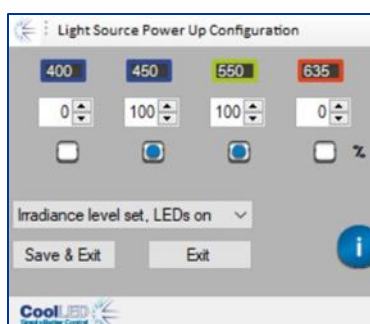
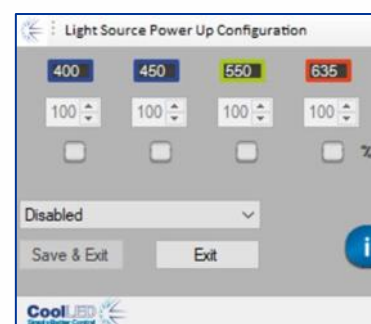

Figure 17
Figure 19
3. Sélectionnez l'état de mise sous tension de la source lumineuse à l'aide de la liste déroulante (voir Figure 17 à Figure 19)